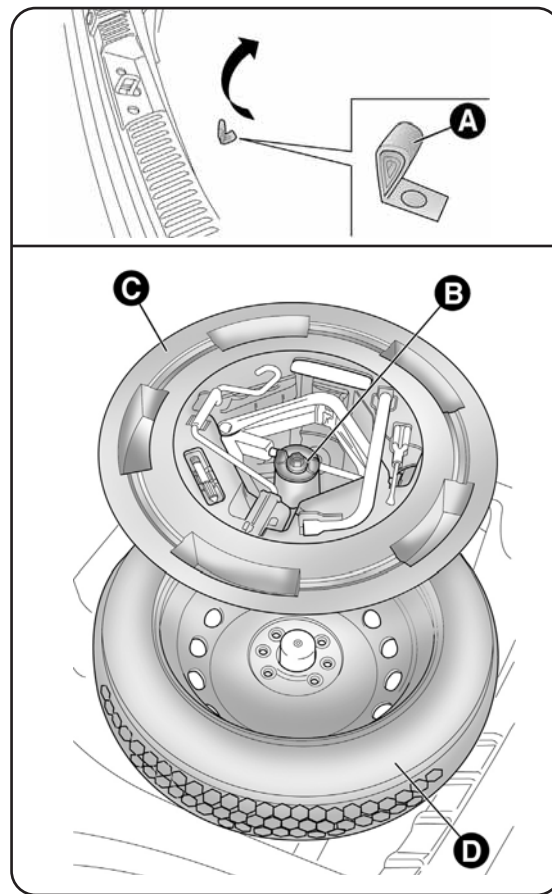

fig. 10
- ouvrir le coffre à bagages, tirer la languette A-fig. 10 et soulever vers le haut le tapis de revêtement ;
- soulever le tapis du coffre à bagages au moyen de la poignée A-fig. 10 (en cas de double compartiment de chargement, soulever le plan supérieur, puis le tapis du plancher).
- dévisser le dispositif de blocage B-fig. 10 ;
- prélever la roue de secours D-fig. 10 ;
- en cas de double compartiment de chargement, soulever le tapis du double compartiment, puis y accrocher le tapis de couverture du plancher du coffre à bagages, comme l'illustre la fig. 10.
- ranger la roue de secours D-fig. 10 dans son logement dans le coffre à bagages ;
- placer la boîte à outils dans la roue de secours et visser le dispositif de blocage B-fig. 10 ;